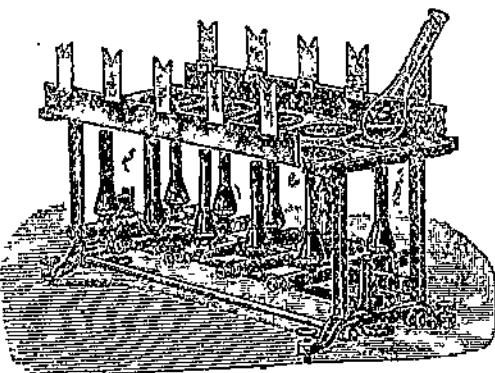

Рис. 73. Сожжение по Кильдалю.
1. В предварительно взвешенную пробирку помещают от 0,3 до 1 г вещества с таким расчетом, чтобы в нем содержалось 20—40 мг азота. Взяв пробирку с веществом за донышко левой рукой и, держа ее вертикально, вводят ее возможно глубже в колбу Кильдаля (рис. 73), которую держат правой рукой отверстием вниз. Не выпуская пробирки из руки, переворачивают пробирку и, колбу так, чтобы содержимое пробирки попало на дно колбы, не пристав к ее стенкам. Взвешивают пробирку с остатком вещества и по разности определяют навеску.
Прилив в колбу 10 см3 чистой серной кислоты и прибавив одну каплю ртути, помещают колбу в наклонном положении на особую подставку, в асбестовом дне которой сделаны круглые отверстия с таким расчетом, чтобы пламя нагревало только заполненную часть колбы (рис. 73). Колбу сверху прикрывают легкой стеклянной пробкой в виде поплавка. Нагревать вначале надо очень осторожно,